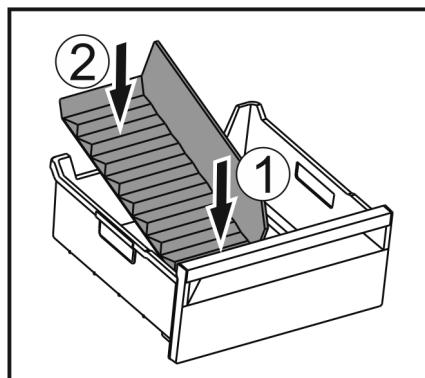

Fig. 250
- Vložte přední část přepážky přihrádky na led. Fig. 250 (1)
- Zadní část přepážky přihrádky na led spusťte až na dno zásuvky. Fig. 250 (2)